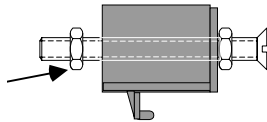

Figure 2-1. Ensemble pattes de montage
3. Placer un écrou hexagonal sur chaque vis. Insérer une vis dans chaque patte de montage. Placer un deuxième écrou hexagonal sur chaque vis, comme indiqué sur la Figure 2-1.